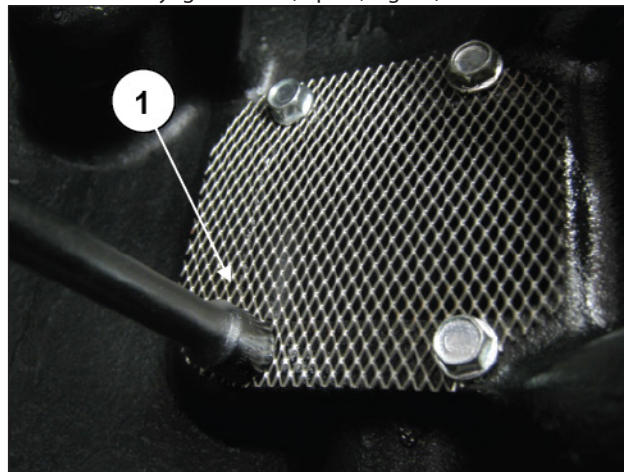

Fig. 50
Retirer les quatre vis de fixation de la rétine du filtre pour accéder au compartiment d'aspiration de la pompe à huile et vérifier le nettoyage interne (rep. ①, Fig. 50).